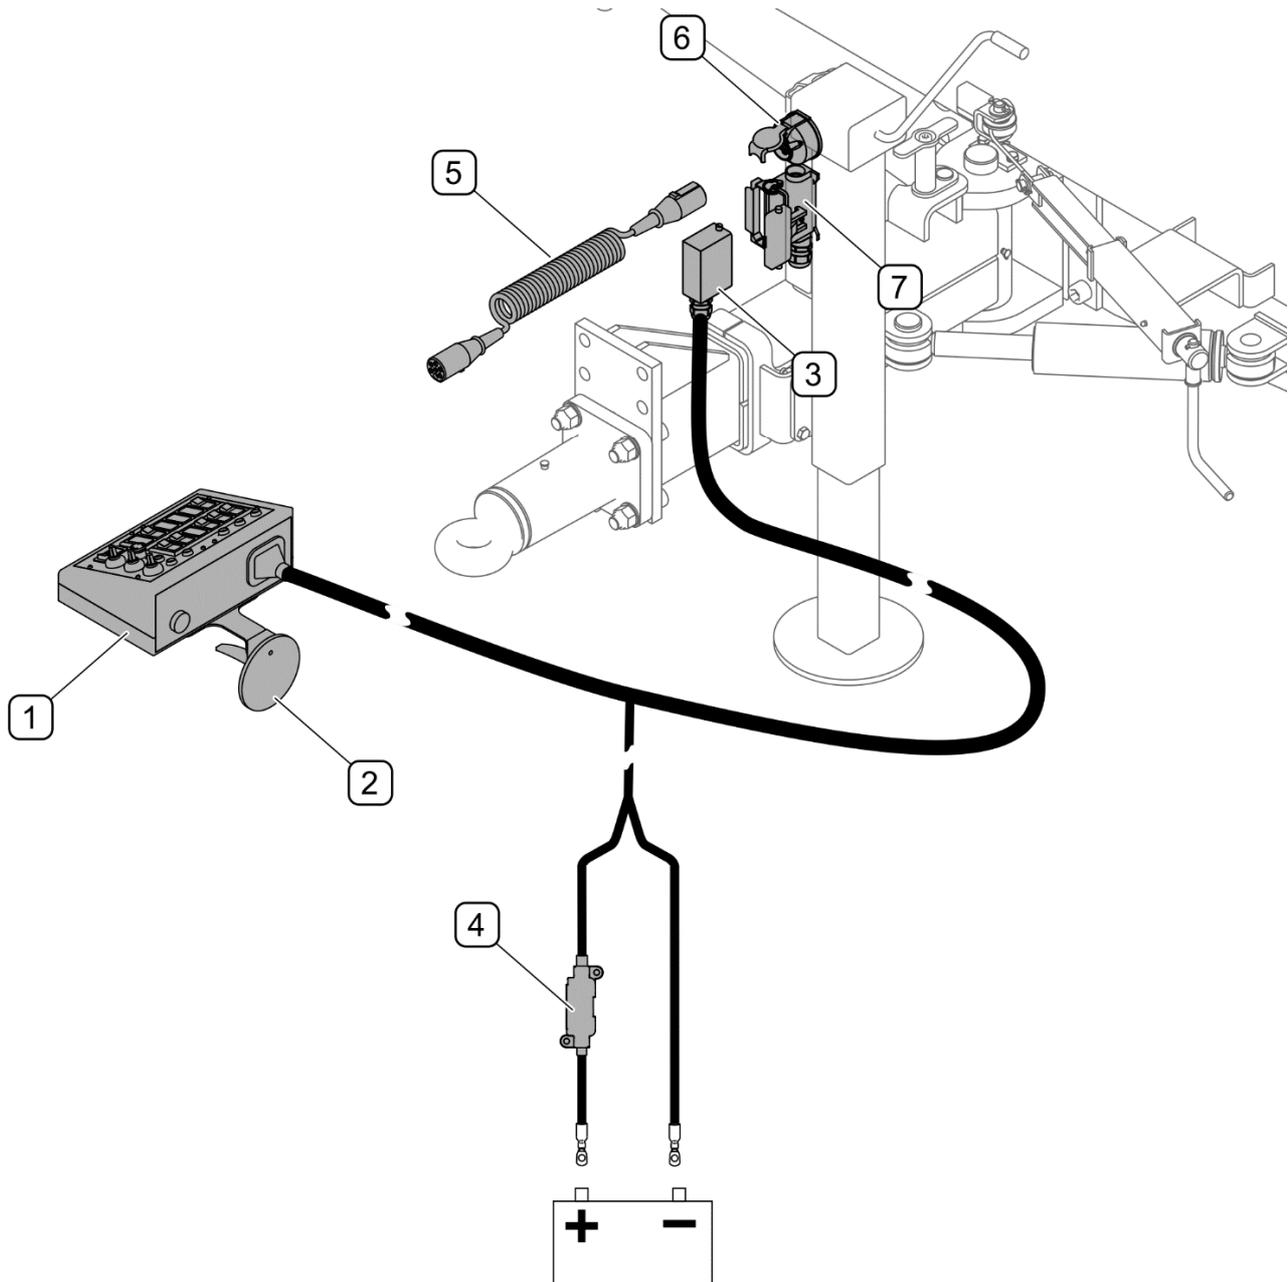

РИСУНОК 4.4 Подсоединение электроосвещения и световой сигнализации
Пульт управления (1) машиной нужно разместить в кабине оператора в доступном месте (РИСУНОК 4.4). Пульт управления имеет присоску (2) для крепления на стекле в кабине трактора. Питающий провод красного цвета в питающем пучке подсоединить к положительной клемме (+) аккумулятора трактора, а черный провод - к отрицательной клемме (-). Пучок питающих проводов имеет предохранитель (4) 50А, который устанавливается на питающем проводе (+). Штекер (3) необходимо подсоединить к разъему (7) на сцепке подметально-уборочной машины. Соединительный провод (5) - подсоединить к 7-пиновому разъему (6) машины и трактора.